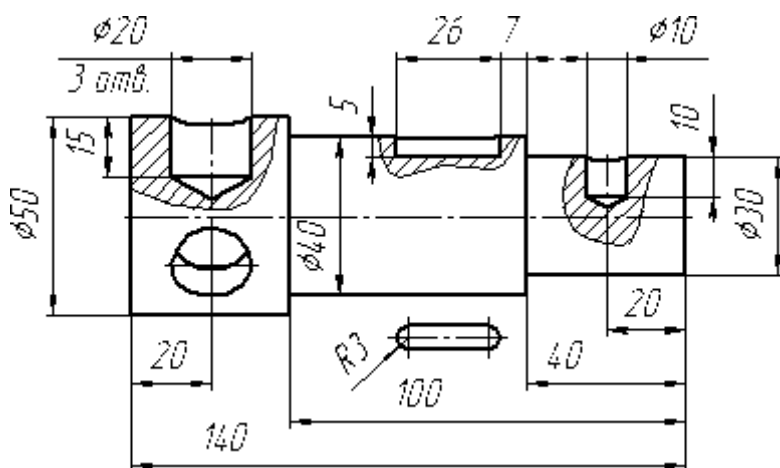
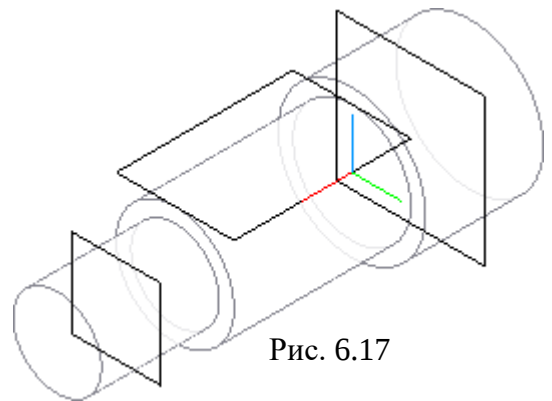

Рис. 6.15
Рис. 6.17
На рис. 6.15 приведено
исходными данными (рис. 6.15), создать модель ступенчатого вала (рис. 6.17).
плоскость (рис. 6.17). Смещенные плоскости должны быть параллельны координатной плоскости XZ.
5. Для отверстий выполняются эскизы с учетом последующей операции – операции вращения. Размеры и форму эскиза задать, используя чертеж детали (рис. 6.15).